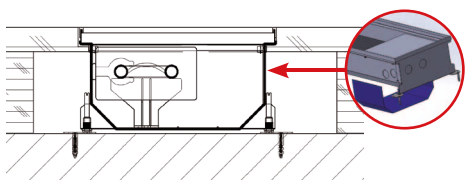

РИС. 5: Пустотелый пол – ребра жесткости для внутрипольного конвектора без вентилятора.
- При установке в пустотелый пол, особенно, если предполагается большая нагрузка (например, в общественных зданиях или офисных помещениях), необходимо с внешней стороны корпуса конвектора установить ребра жесткости для пустотелого пола – Ребра жесткости предназначены для обеспечения стабильности формы (Рис. 5). (В стандартный комплект поставки конвектора ребра жесткости не входят – необходимо указать до заказа).